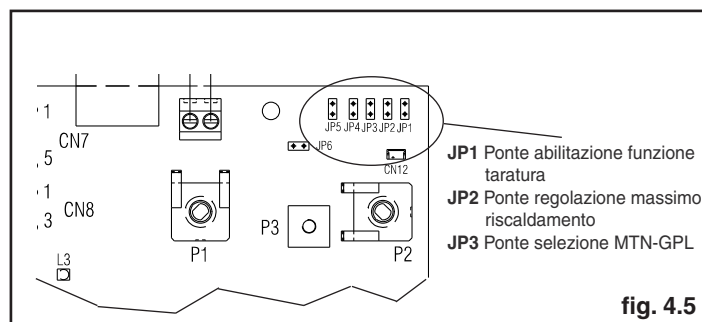

fig. 4.5
⚠ La funzione "regolazione elettrica" viene attivata e disattivata esclusivamente dal jumper (JP1) (fig. 4.5).
- inserire il jumper JP1 (fig. 4.5) per abilitare le manopole poste sul pannello di comando alle funzioni di regolazioni del minimo e del massimo riscaldamento.
- inserire il jumper JP2 (fig. 4.5)
- sulla scheda di controllo (fig. 4.5):